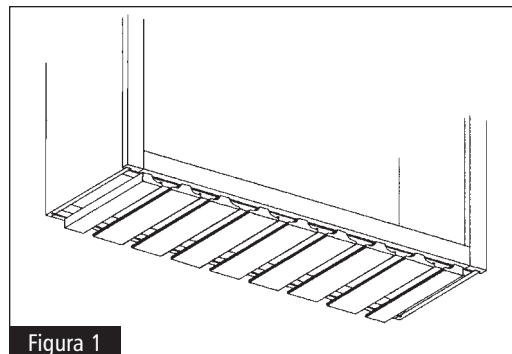

Figura 1
- 2** Usando los agujeros perforados previamente en las tiras de montaje (cuatro por cada tira), haga agujeros guía de 1/8 in de diámetro a una profundidad de 3/8 in y sujételas a la parte inferior del gabinete con (8) tornillos Phillips No. 8 x 1 in. Vea la figura 1.